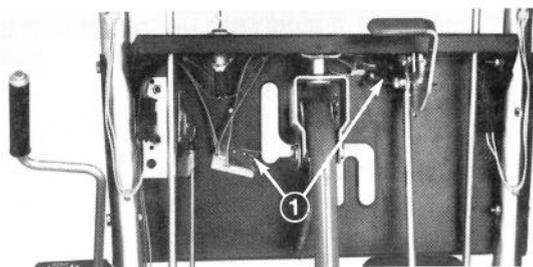
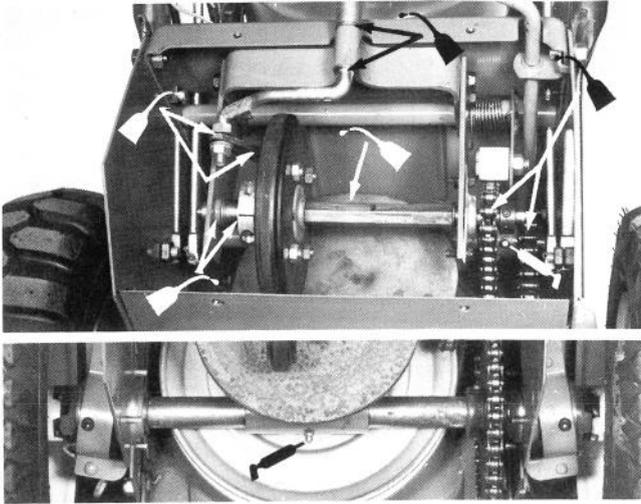

Figure 24
Figure 29
Le système d'interconnexion de sécurité met l'allumage à la masse et arrête le moteur grâce à une série d'interrupteurs (Fig. 24), si l'utilisateur abandonne les deux leviers d'interconnexion avant de placer la commande des roues au point mort (N) et la commande de tarière en position DÉBRAYÉE. Il faut donc comprimer au moins un des leviers d'interconnexion de sécurité contre la poignée du mancheron de droite pour garder le moteur en marche quand les roues sont en prise ou la tarière embrayée (Fig. 29). Ce dispositif empêche aussi l'utilisateur de mettre le moteur en marche si les roues sont en prise ou la tarière embrayée.
3. Enlevez quatre vis taraudeuses qui retiennent le protecteur arrière contre l'unité de traction, puis écartez le protecteur de l'unité de traction par glissement. Ensuite, lubrifiez légèrement les chaînes, le manchon de pignon, l'anneau de nylon, l'arbre hexagonal et les autres pivots avec de l'huile et de la graisse #2 (Fig. 29). Essuyez tout excès d'huile et de graisse. Enfin, remettez en place le protecteur (plaque de protection) sur l'unité de traction à l'aide des quatre vis taraudeuses.